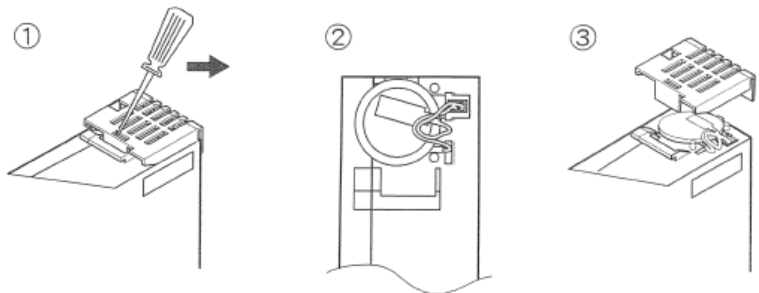

Fig. 18: Udskiftning af batteri i CPU-modulet
- Ladetilstanden for realtidsurets backupbatteri registreres og meldes i givet fald af systemet. Derudover anbefales en skiftecyklus på 12 måneder. I forbindelse med dette skal man udskifte batteriet i CPU-modulet (se fig. 18).